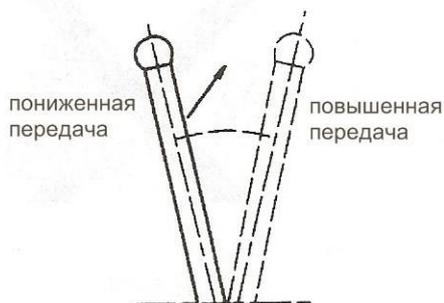

Рис. 1-18 Положения рычага
1.5.6 Управление рычагом переключения повышенной и пониженной передачи (Рис. 1-18, 1-19)